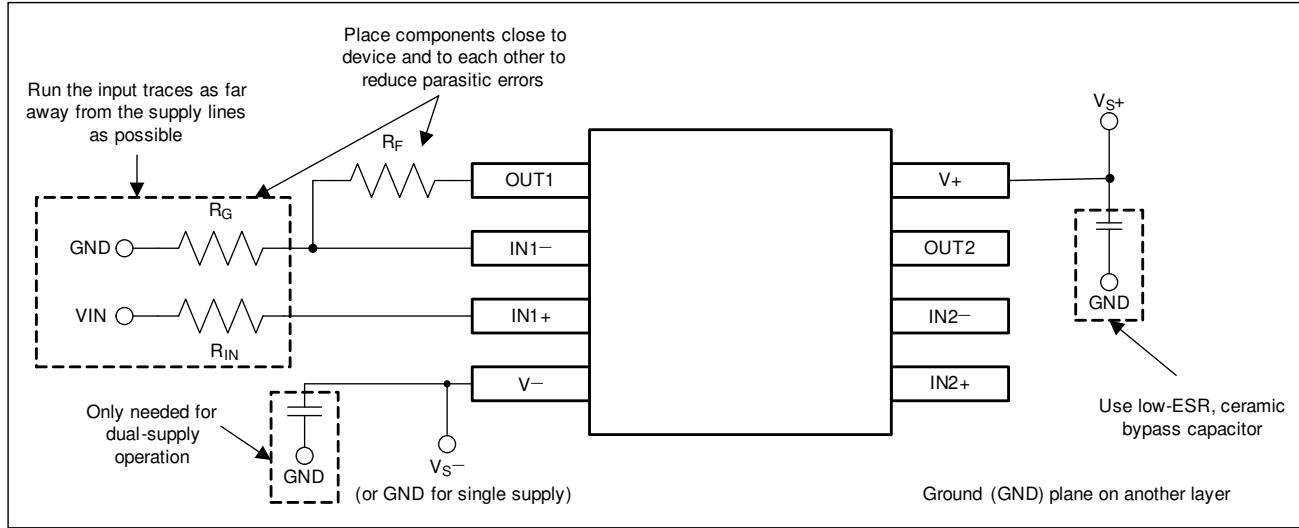

図 8-3. 非反転構成のオペアンプ基板のレイアウト
- 外付け部品は、可能な限りデバイスに近く配置します。図 8-3 に示すように、 R_F と R_G を反転入力に近づけて配置すると、寄生容量が最小化されます。